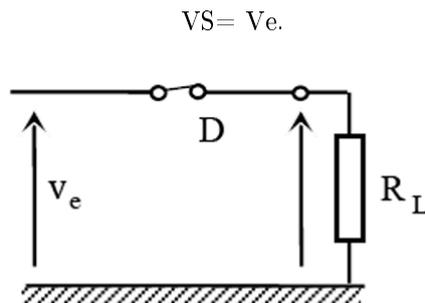

FIGURE 4.4 – Montage simple alternance (diode passante)
* Lorsqu'on applique un signal sinusoïdal à l'entrée d'un circuit redresseur mono-alternance, dès que la tension à l'entrée est positive, la diode conduit et le circuit équivalent dans ces conditions est donné par le schéma de la figure 4.4. Dans ces conditions la tension de sortie est identique à la tension appliquée à l'entrée :